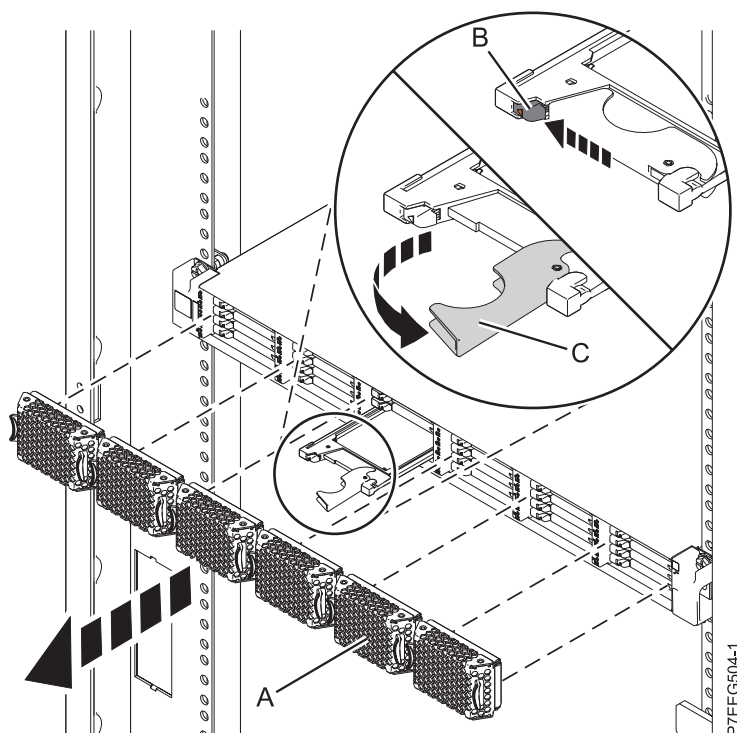

Figura 34. Extracción de la unidad de estado sólido de Alojamiento de almacenamiento PCIe de EDR1
4. Cuando el LED de identificación de la unidad de estado sólido se encienda de manera fija, deslice suavemente el pestillo de liberación (**B**) por encima para desbloquear el asa de la unidad. Consulte Figura 34.